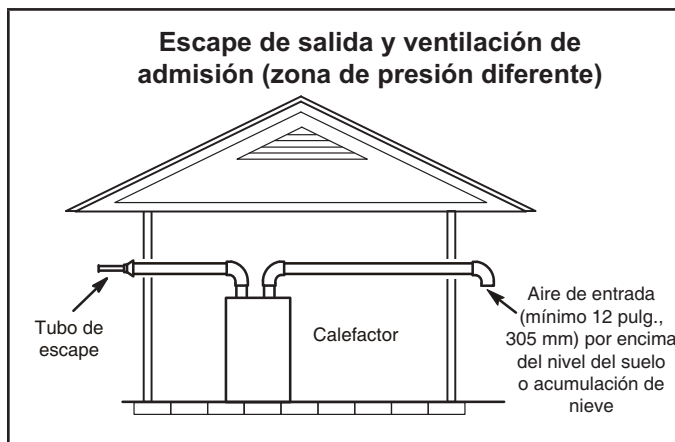
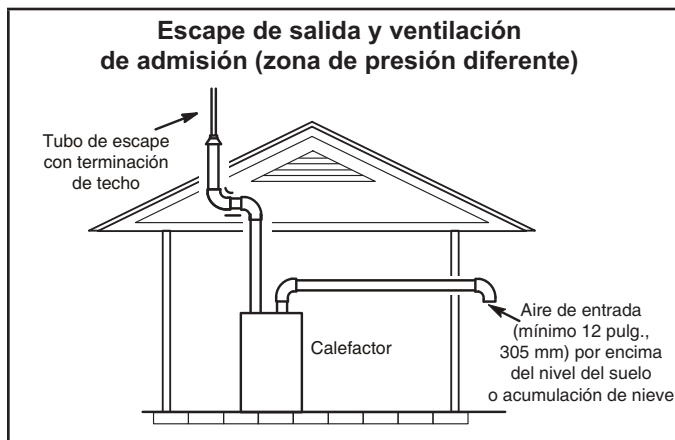

FIGURA 25
FIGURA 26
- 1 - No es necesario que las terminaciones de admisión y escape estén en la misma zona de presión. Puede hacer que salga la admisión por un lado de la estructura y el escape por otro (figura 25). Puede hacer que salga el escape por el techo y la admisión por el lado de la estructura (figura 26).